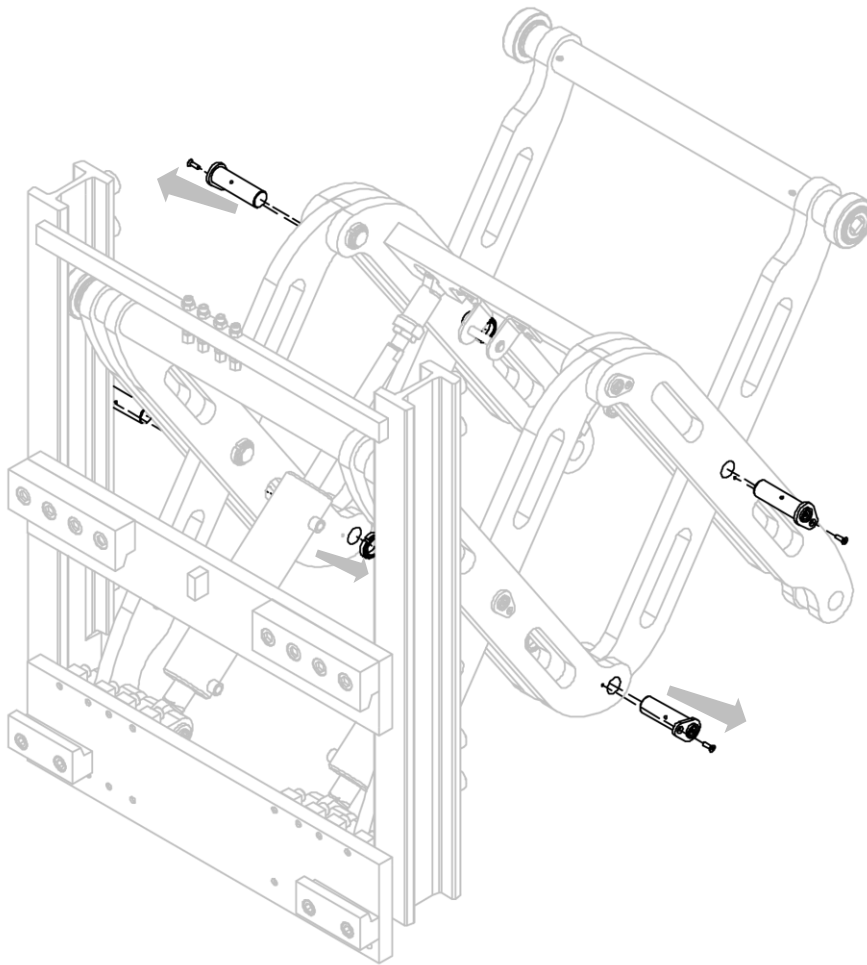

Figura 10
3. Retirar los pasadores (con correspondientes tornillos y tuercas) que bloquean el par de brazos (mira *Figura 10*).